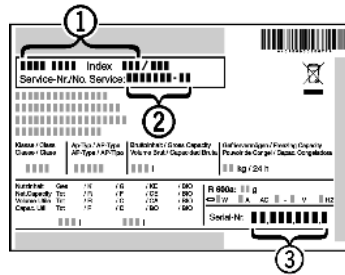

Fig. 42
- ▶ Назва пристрою Fig. 42 (1), сервісний номер Fig. 42 (2) та серійний номер Fig. 42 (3) вказані на заводській табличці. Заводська табличка знаходиться всередині пристрою, зліва.